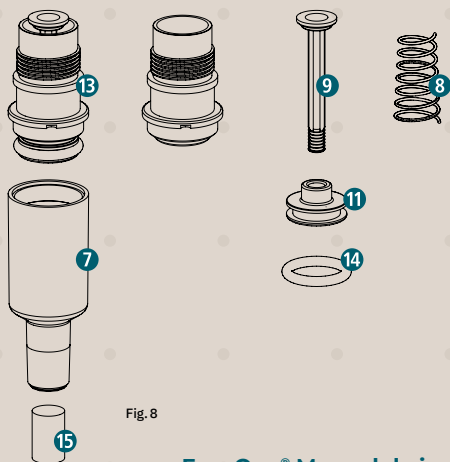

Fig. 8
- Desatornille el cono de la pipeta **7** cuidadosamente en sentido horario. Saque la unidad del émbolo **13**. Tire fuertemente del aro de apoyo **11** para extraerlo del émbolo **9**. Después de haber sacado la junta tórica **14** puede limpiarse el muelle **8** y el émbolo (Fig. 8).